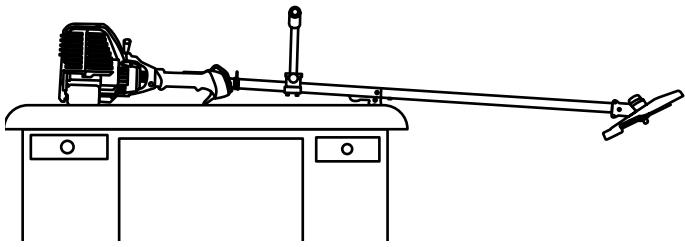

Fig. 39
- Coloque el motor sobre una superficie plana y nivelada, con el protector de la cabeza de corte colgando de un banco o mesa de trabajo para obtener una lectura adecuada del nivel de aceite (Fig. 39).